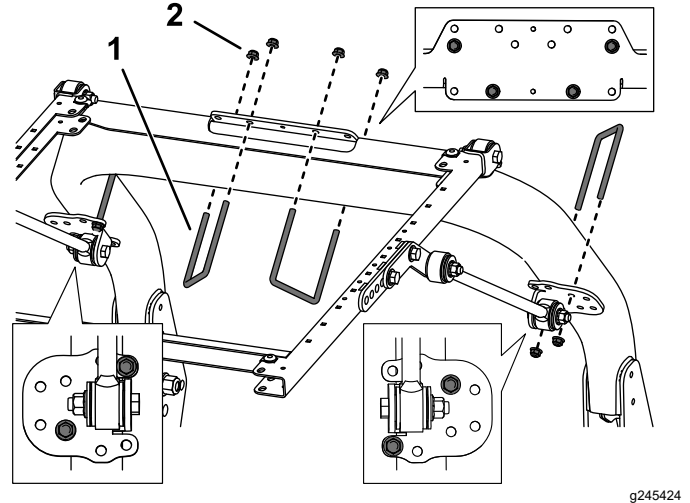

Figura 36
8. Usando los taladros de montaje indicados en la Figura 36, sujete provisionalmente cada uno de los soportes de los tirantes a los postes de la barra antivuelco con un perno en U (3⅞" x 5") y 2 tuercas con arandela prensada.